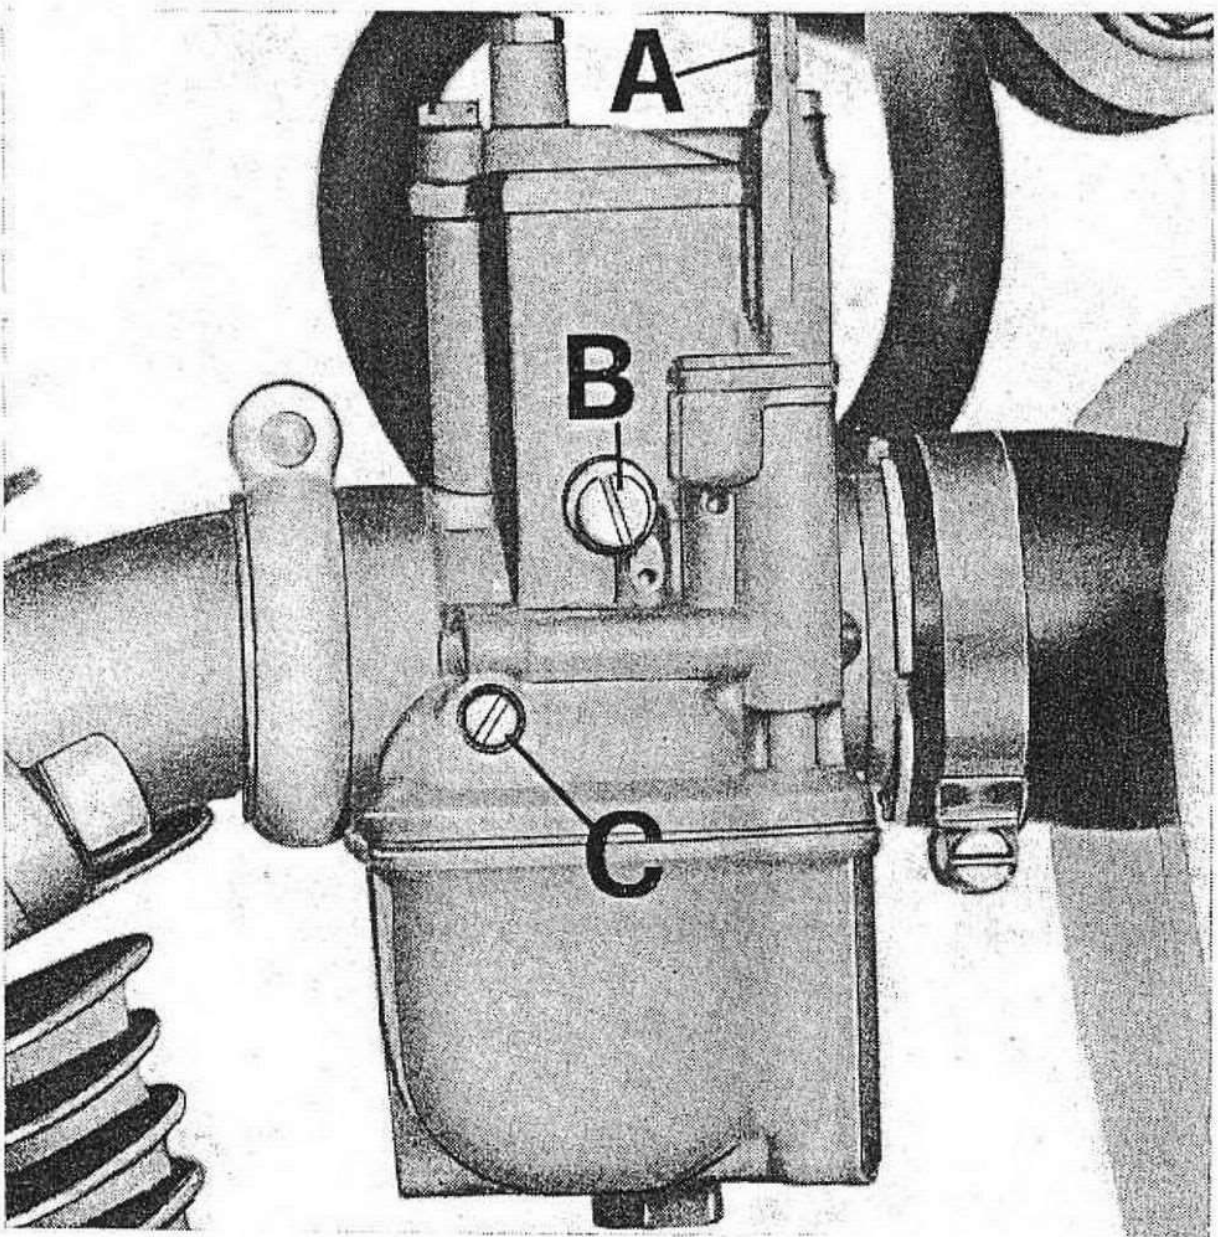

Fig. 14
- Levetta comando dispositivo per facilitare l'avviamento a MOTORE FREDDO a sinistra sul carburatore stesso (vedere A di fig. 14).
Per la partenza a MOTORE FREDDO azionare la levetta (A di fig. 14) portandola in posizione di avviamento (verticale). Dopo qualche secondo nella stagione calda, e qualche minuto, nella stagione fredda, che il motore è avviato, portare detta levetta in posizione di marcia (orizzontale).
Regolazione della carburazione (ved. fig. 14)
- 2) Controllare che la levetta comando dispositivo di avviamento (A di fig. 14) sia in posizione di marcia (orizzontale).
- 3) Avviare il motore e portarlo a temperatura di funzionamento (MOTORE CALDO), avvitare a fondo la vite di regolazione minimo benzina (C) e svitarla successivamente di $3/4$ di giro.
- 4) Agire sulla vite (B) fino ad ottenere un regime di circa 1000 giri/1'.